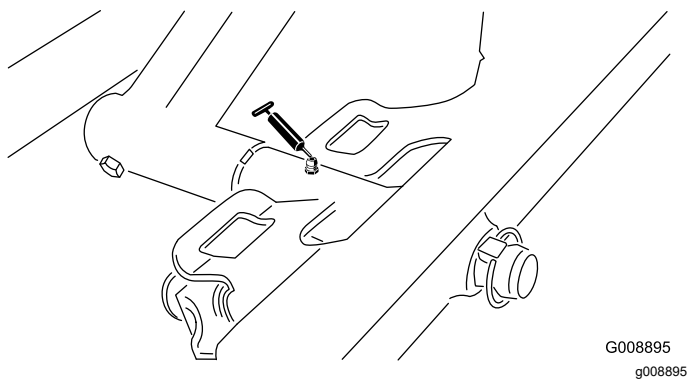

Figura 57
- Perno dell'apparato di taglio anteriore (Figura 57)